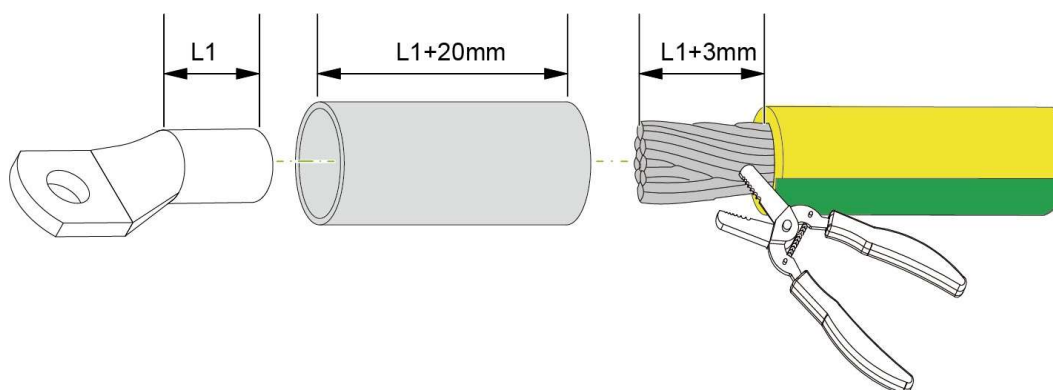
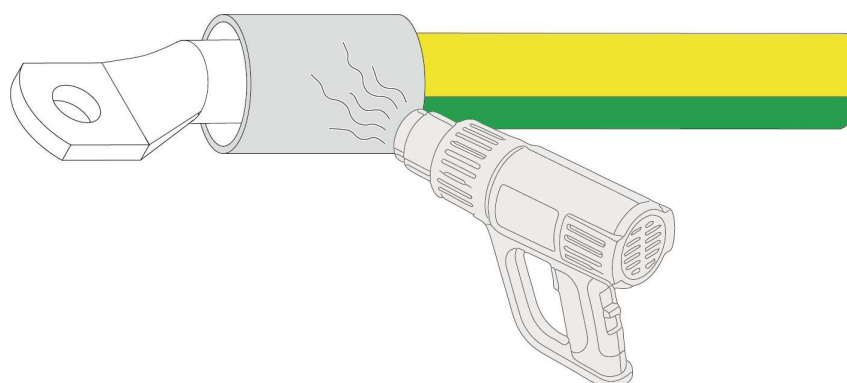

Figura 5-3 Terminal de puesta a tierra
Figura 5-5: Sellado del tubo termorretráctil
2. Engarce los terminales en los cables del mismo modo que en el cable de puesta a tierra; puede consultar la Figura 5-3 «Terminal de puesta a tierra» ~ Figura 5-5 Selle el tubo termorretráctil.
3. Afloje y retire el perno de cabeza hexagonal (1).